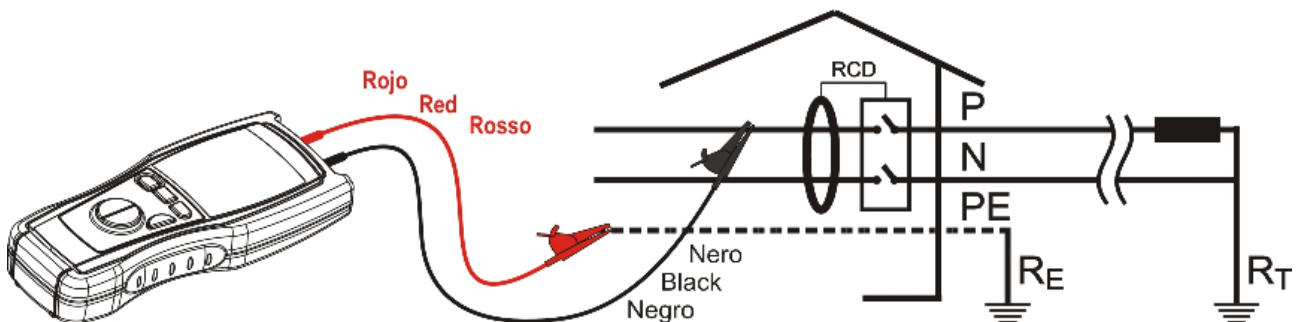

Abb.8 : Verbindung der Anschlüsse des Gerätes beim  $M\Omega$  Test
7. Verbinden Sie die Anschlüsse des Gerätes mit dem Ende der Leiter an denen der Isolationstest durchgeführt wird. (siehe Abb. 8)